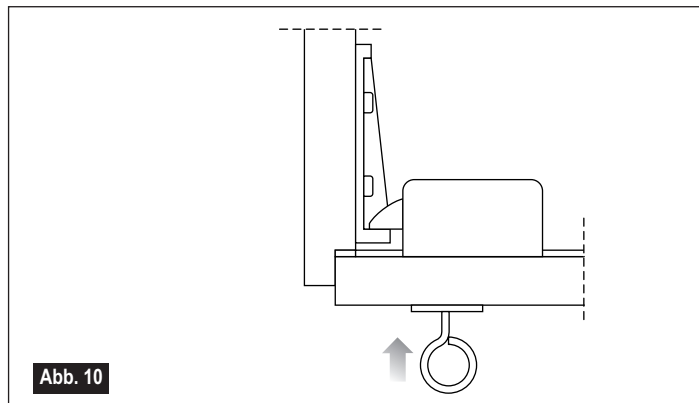

Abb. 10
- Drehen Sie Schrauböse an der Unterseite des Lukendeckels in den Verschluss, bis die Rosette die Luke fast berührt. Wenn die Schrauböse zu weit gedreht wird, rastet die Falle des Schlosses nicht vollständig ein (Abb. 10). Die Treppe ist jetzt gebrauchsfertig.